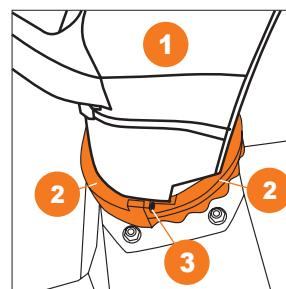

Рис. 12
- Установите желоб выброса 1 на отверстие выброса снега на корпусе снегоуборщика. Зафиксируйте трубу двумя зажимами 2 защелкнув их и закрепив болтами 3 (Рис. 12).